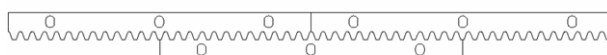

Fig. 5
*N.B. Pour aligner correctement les éléments de la crémaillère entre eux, on conseille d'opposer aux deux éléments suivants un troisième élément, comme indiqué dans la figure 5.*